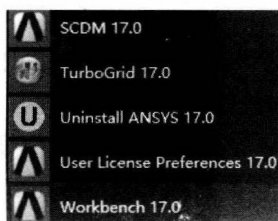

图 1-1 从开始菜单中启动
- 执行【开始】→【所有程序】→【ANSYS 17.0】→【Workbench 17.0】,如图 1-1 所示。